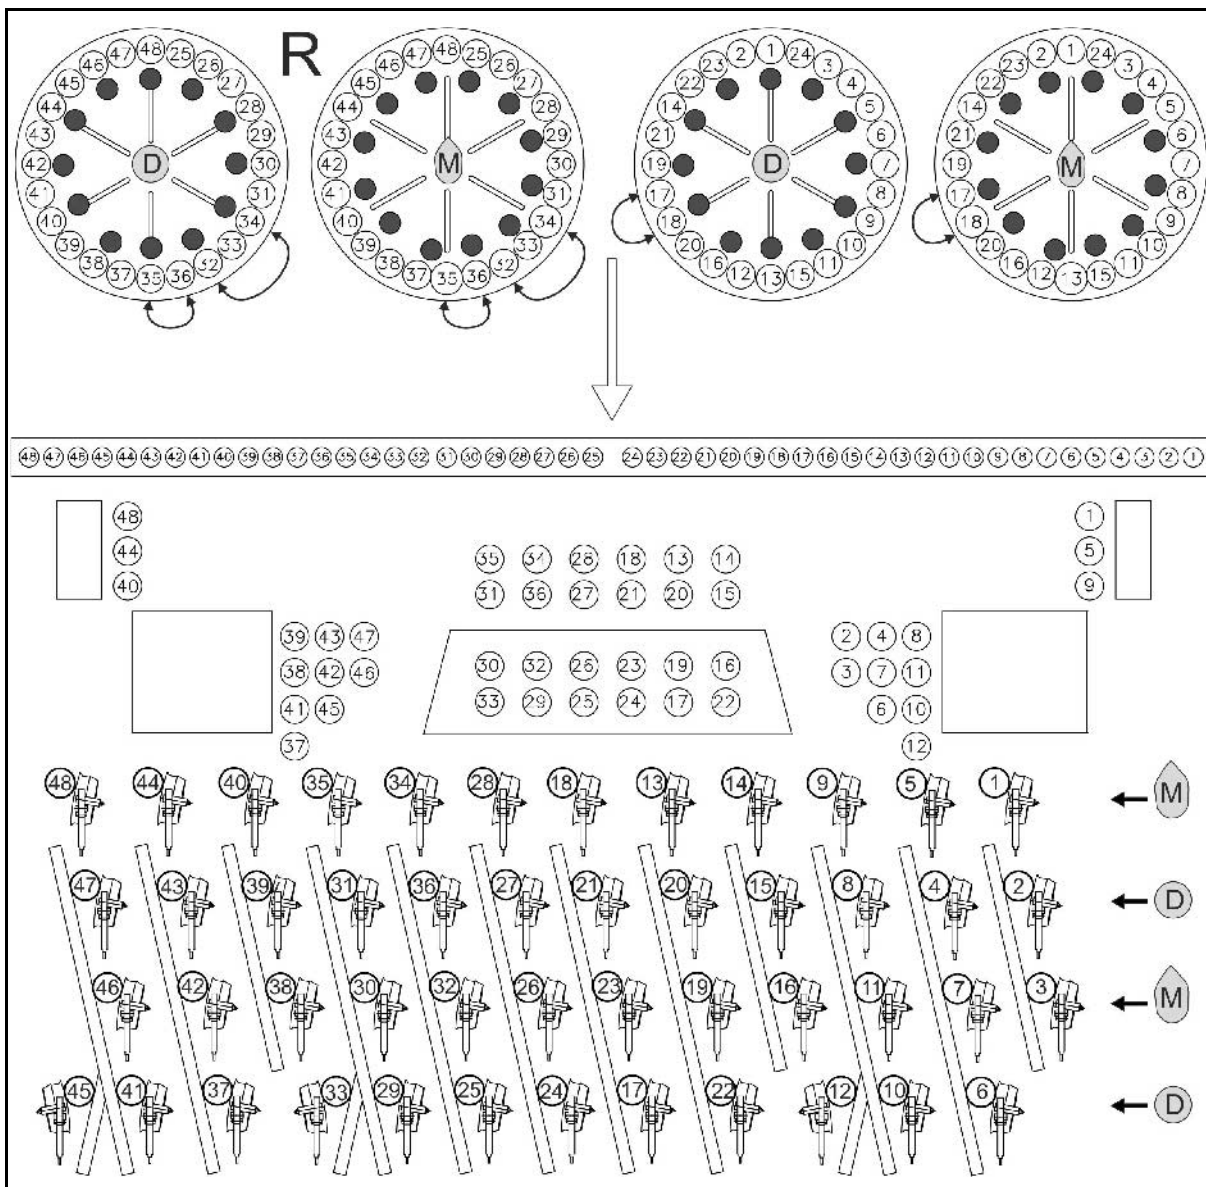

Рис. 37
- Кукуруза **M**: установите заглушки  согласно Рис. 37.
- Удобрения **D**: установите заглушки  согласно Рис. 37.